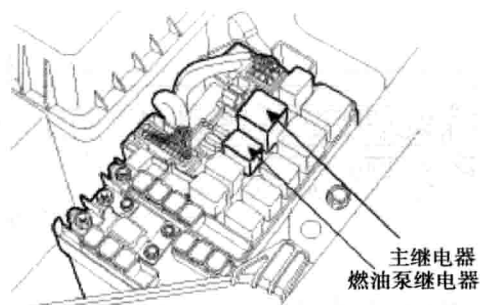

图 1-1-16 主继电器和燃油泵继电器位置图
(16) 主继电器和燃油泵继电器位置图如图 1-1-16 所示。